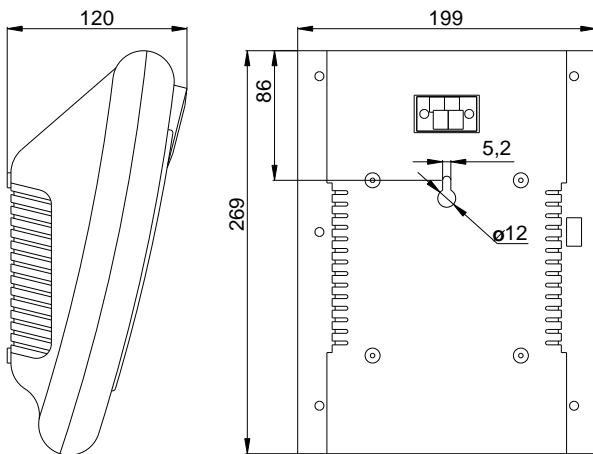

Рис.1 Внешний вид и габаритные размеры корпуса оповещателя
Габаритные размеры, мм	см. рисунок 1
- согласно установочным размерам (см. рисунок 1) просверлить в стене отверстие, вставить в него дюбель и вкрутить шуруп;